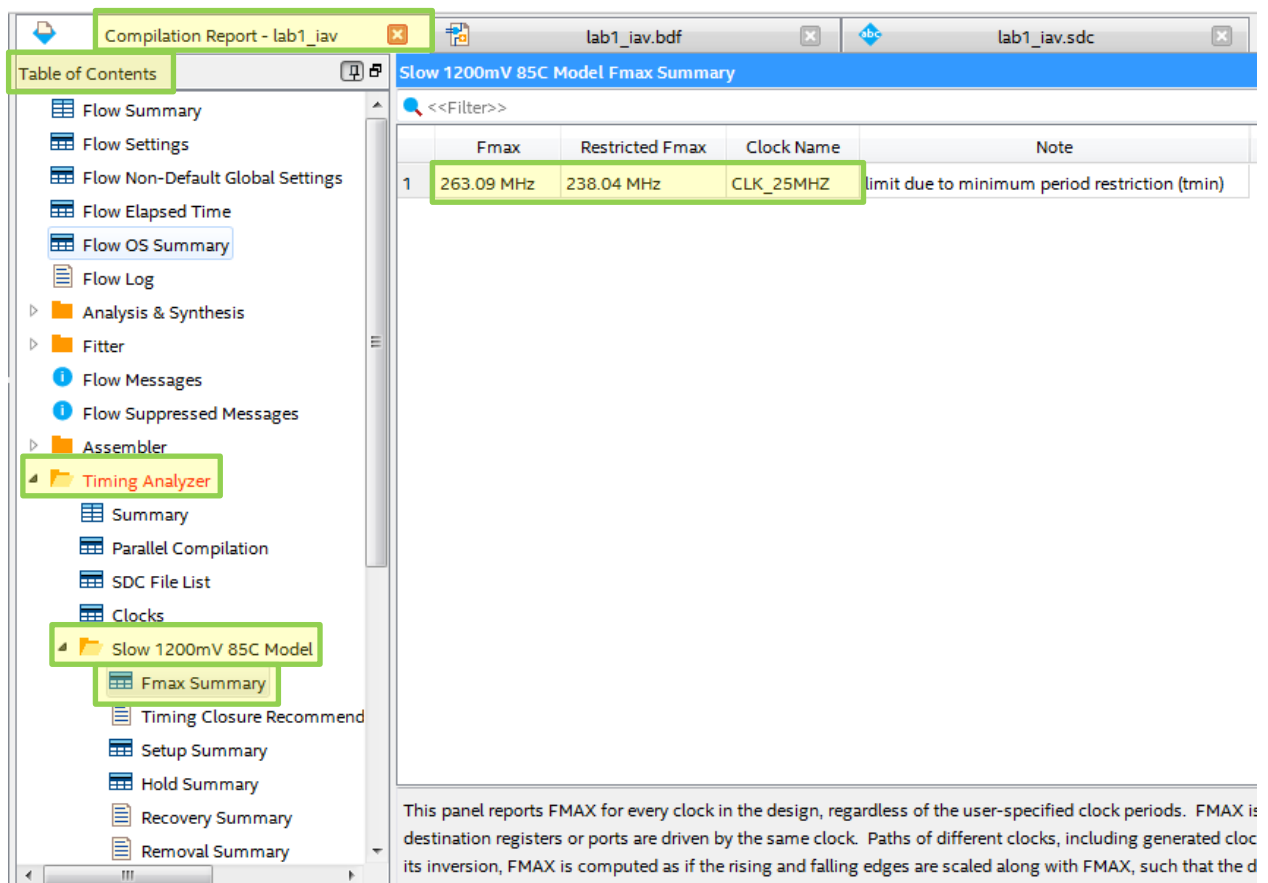

Рис. 38 Окно **Compilation Report** с результатами временного анализа проекта
8.3. В окне **Compilation Report** откройте файл **Fmax Summary** с результатами временного анализа (рис. 38).